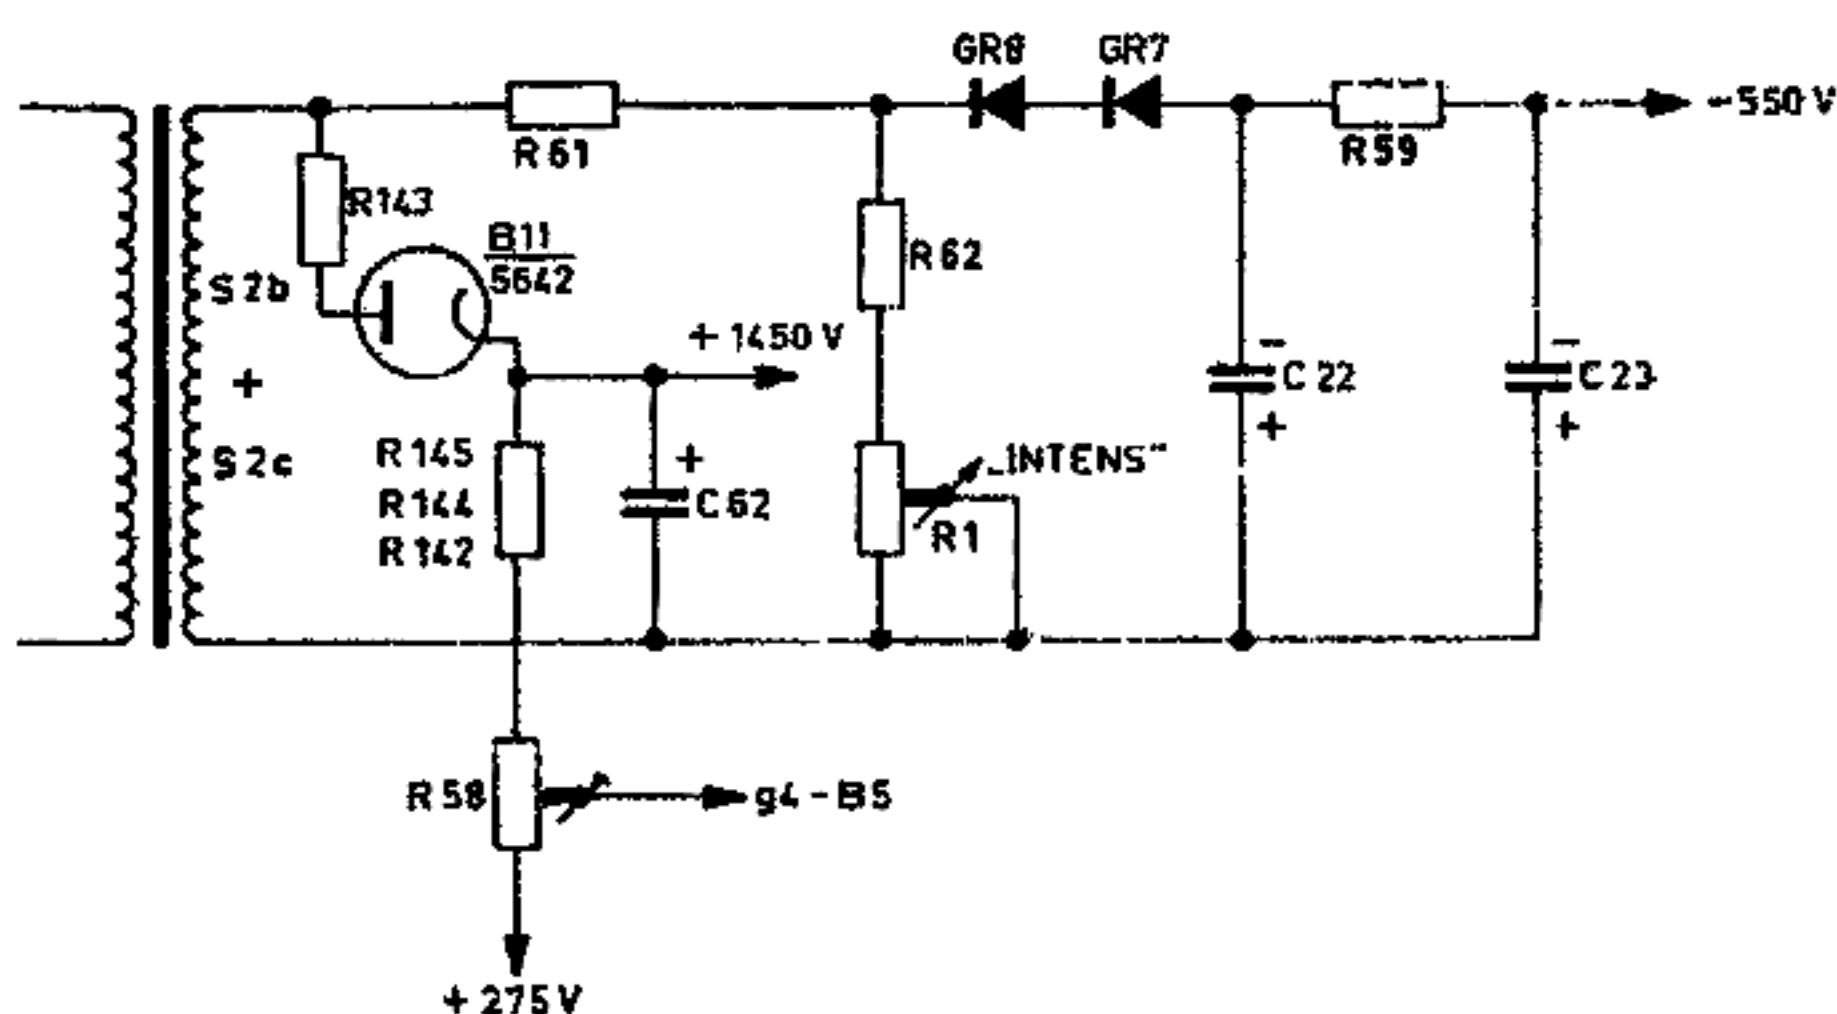

Fig. 16. Voeding
H. VOEDING (unit D, fig. 16 en 37)